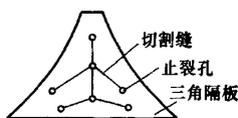

图4 隔板上开割缝及止裂孔
(2) 处理对策: 在较宽的隔板处先打上几个止裂孔, 然后在止裂孔之间用线切割机制出一条细小的缝隙, 如图 4 所示, 让板条与受热管之间有一定的收缩空间。实践证明, 此方法可以有效地缓解受热管的撕裂。